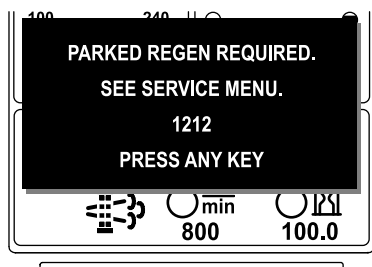

Figure 49
- ADVISORY #1212 (avis n° 188), demande de régénération en stationnement, affiché (Figure 49)